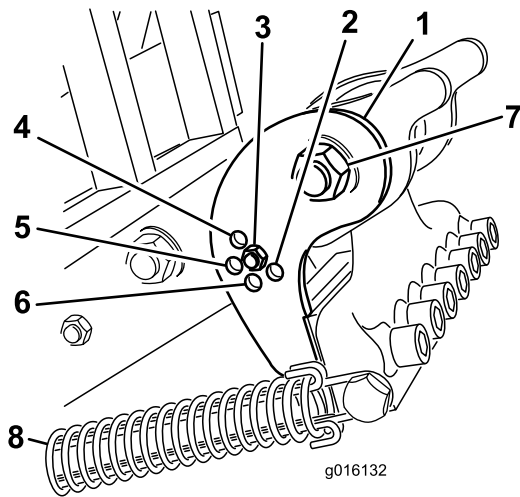

図 38
キャンバブラケット 図 38 をタインの長さに対応した位置にセットする。ヘッドストップは、1-5 の所定位置に、穴を選んで調整ロッドをボルト締めしてセットする。これらの穴は事前設定のみ可能で、たとえば、場合によっては、10" のタインを 12" 位置で使うとより滑らかな仕上がりとなったりします。
3. タインヘッドにかかっているスプリングのテンションを解除する 図 38。
4. キャンバブラケットの調整穴についているボルトとナットを外す 図 38。